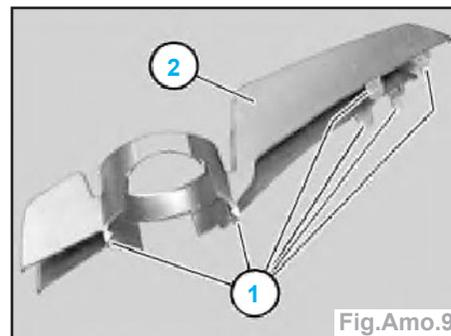

Fig.Amo.9
- décrocher les pattes d'ancrage (1) de la grille (2) par le bas et les tirer légèrement en avant,
- dégager la patte d'ancrage (3) au moyen d'un tournevis coudé et retirer le cache complet en avant.
Nota : les pattes d'ancrage (1) du cache (2) ne doivent pas être endommagées (Fig.Amo.9).